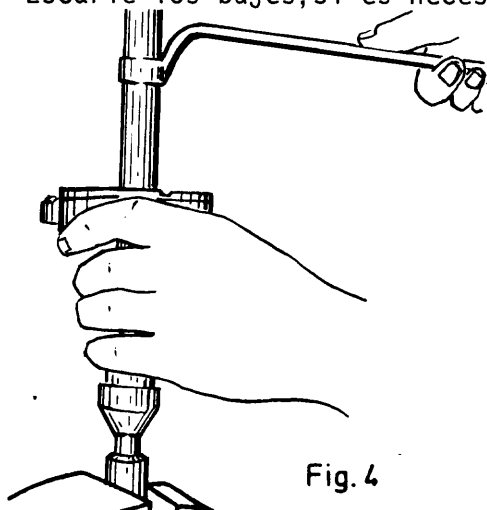

Fig. 4
- b Instale los bujes, utilizando la herramienta recomendada (fig.4)